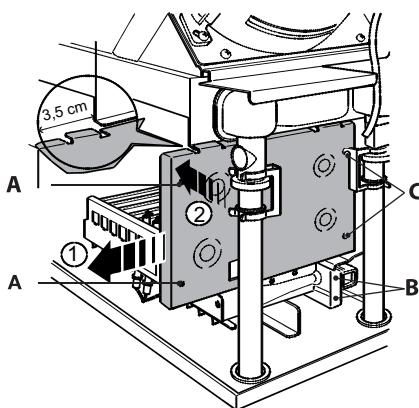
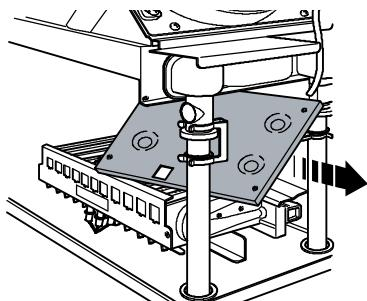

Рисунок 8.1
Рисунок 8.2
- Открутите винты «A» (Рисунок 8.1) и сдвиньте влево боковую панель камеры горения.
- Открутите винты «B» (Рисунок 8.1) и снимите дефлектор.
- Открутите винты «С» (Рисунок 8.1) и снимите переднюю панель камеры сгорания, сместив ее в сторону приблизительно на 3,5 см, повернув внутри камеры сгорания и вытянув вперед (Рисунок 8.2).